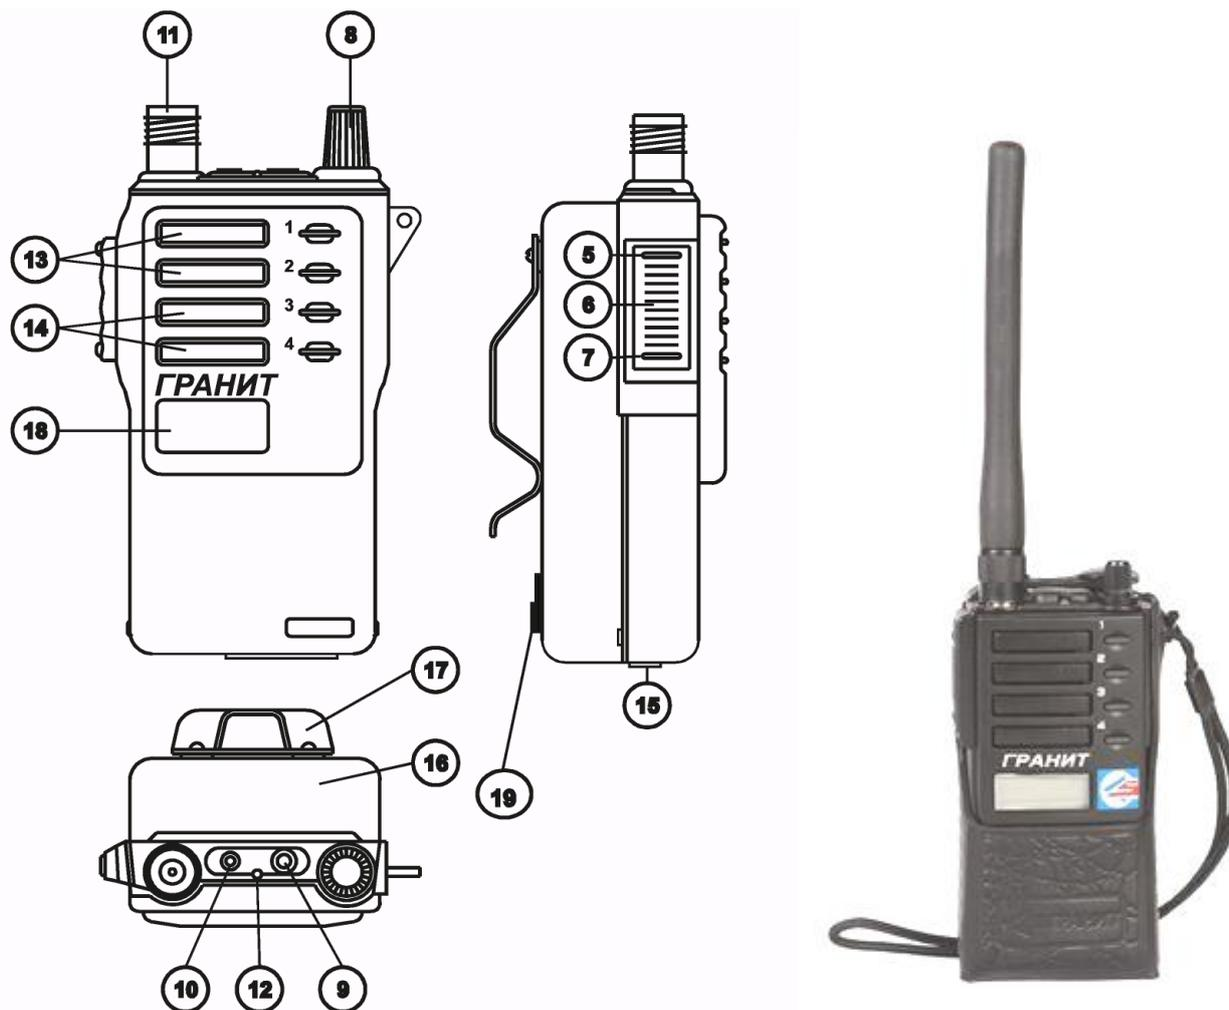

Рис. 5. Органы управления и внешний вид радиостанции «Гранит-301»
**Название и назначение элементов и органов управления** (рис. 5)